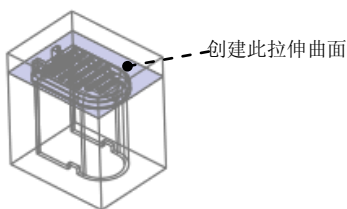

图 9.13 创建拉伸曲面
(4) 单击 **模具** 功能选项卡 **操作** 区域中的“复制”按钮。
(5) 单击 **模具** 功能选项卡 **操作** 区域中的“粘贴”按钮，系统弹出 **曲面：复制** 操控板。
(6) 在系统弹出的 **曲面：复制** 操控板中单击 ☒ 按钮。
Step5. 通过“拉伸”的方法，创建图 9.13 所示的拉伸曲面。
(1) 将坯料撤销遮蔽。在模型树中右击 **WP.PRT**，从系统弹出的快捷菜单中选择 **取消遮蔽** 命令。